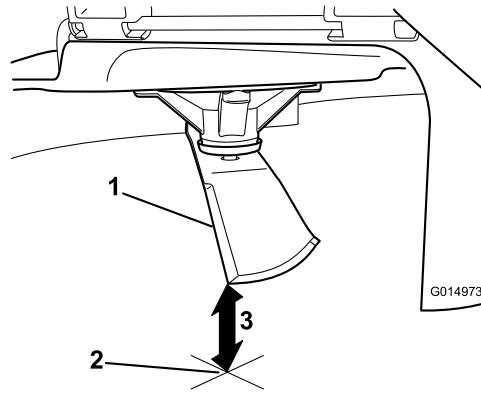

Figura 56
5. Mida desde la punta de la cuchilla hasta la superficie plana (Figura 56).